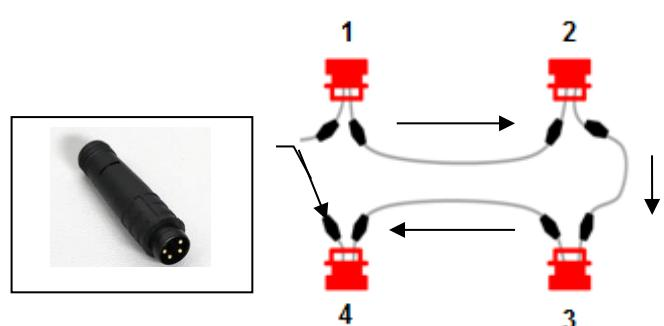

Abbildung 2: Busverbindung
1. Bewegungsmelder über das Kabel mit Snap-In Stecker untereinander verbinden (Abbildung 2, Pos. 1-4).
2. An der offenen Snap-In Buchse des letzten Bewegungsmelders (Abbildung 2, Pos. 4) den beigefügten Stecker mit Abschlusswiderstand anbringen.